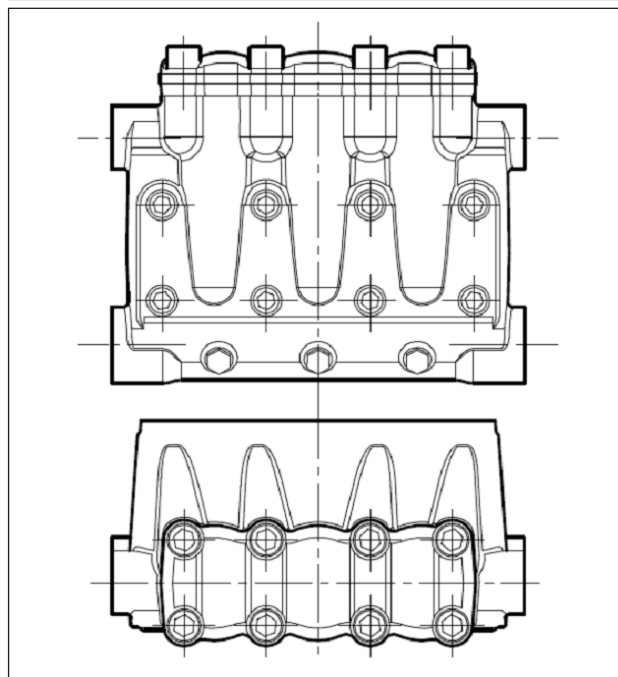

Fig. 34
** Le viti fissaggio testata pos. esploso 39 devono essere serrate con chiave dinamometrica rispettando l'ordine riportato nello schema di Fig. 34.
*** Le viti fissaggio coperchio valvole pos. esploso 41 devono essere serrate con chiave dinamometrica rispettando l'ordine riportato nello schema di Fig. 34.